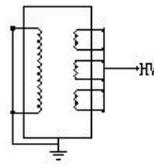

图 6-3 PT 接法
- (3)：反接法、电压为 2KV、二次侧对一次侧及地、接线见图 6-3